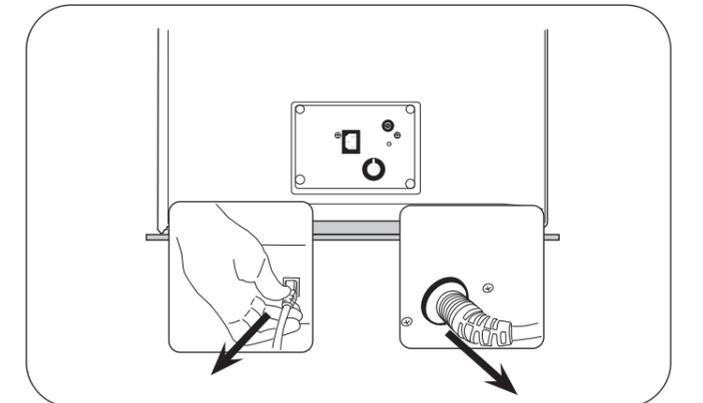

Figure 12. Débranchez la pédale de commande et les cordons d'alimentation
- Débranchez la pédale de commande et le cordon d'alimentation et placez-les dans le tiroir de rangement avant (Figure 12).